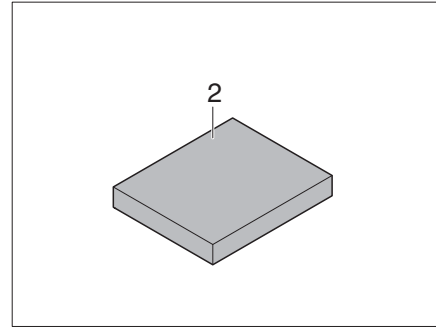

Fig. 173 Cojín adicional
- Poner el cojín adicional (Fig. 173,2) en el centro de la mesa.